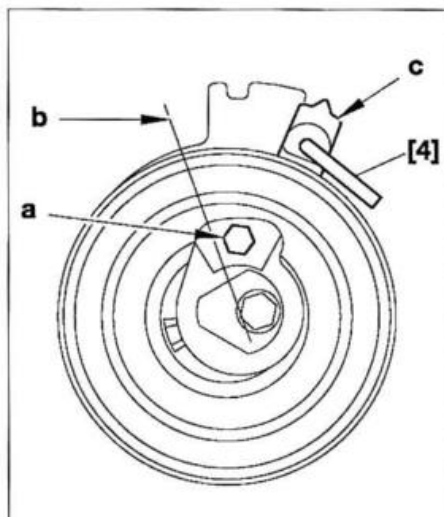

FIG. 14
- En esta posición, introducir un pasador (2a) y (2b) (ref. 4533-T.AC1 y 2) de 10 mm de diámetro a través de cada rueda dentada de ejes de levas (admisión y escape).
- Girar el rodillo tensor, con una llave de 6 caras en "a", hacia la derecha hasta llevar el índice "c" a la posición "b" para colocar el pasador [4] (útil 4200-T.H.) (Fig.14).